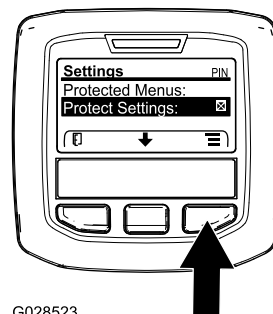

図 36
1. 保護メニューにアクセスし、サブメニューのロックを解除する 図 36 アクセス制限付きメニューへのアクセス \(ページ 19\)を参照。